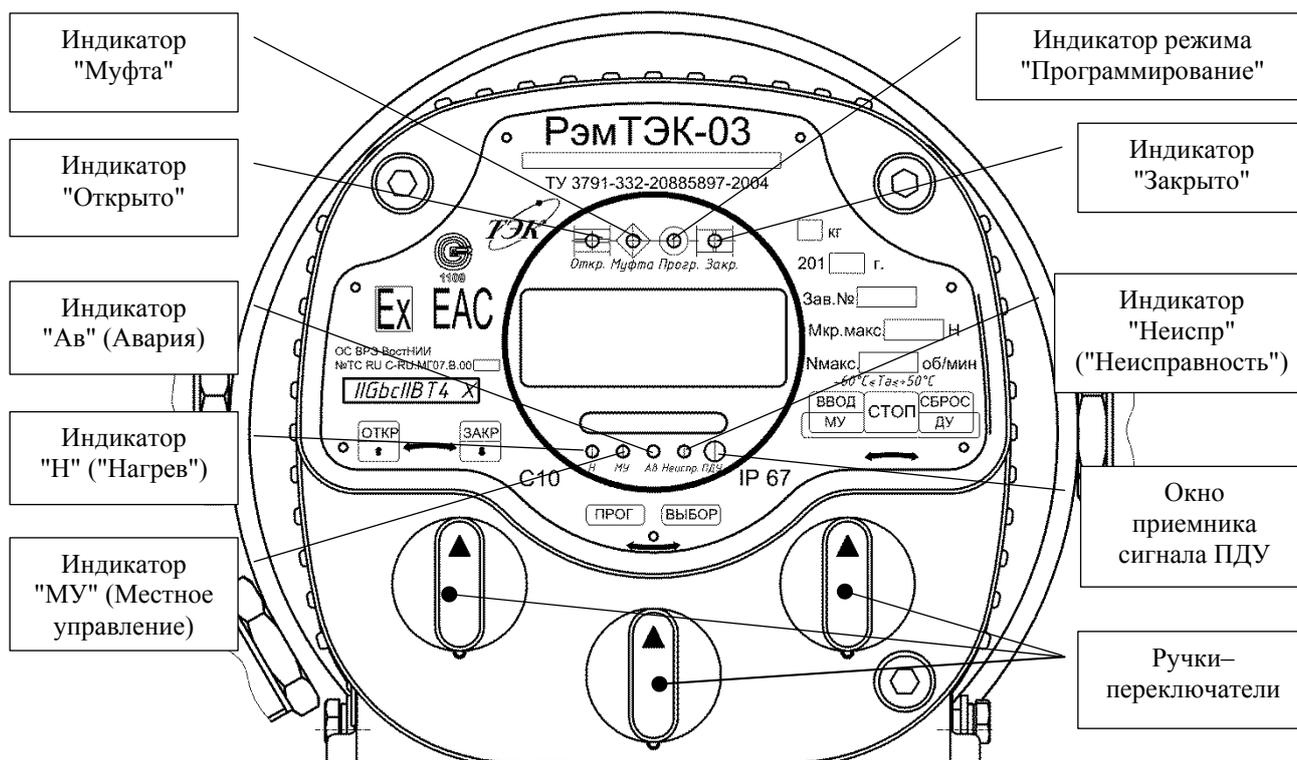

Рисунок 2 – Внешний вид ПМУ
1.5.2.5 На ПМУ БУР размещены органы индикации и управления (см. рисунок 2):